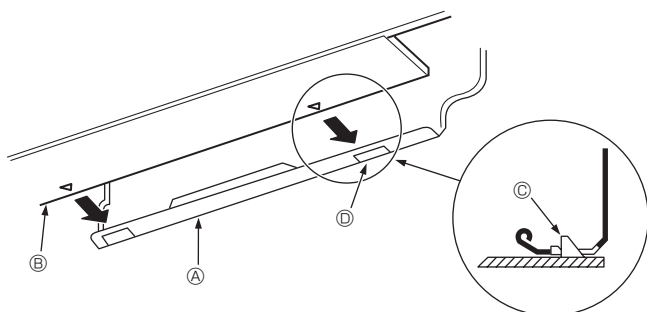

Fig. 3-10
3. Mens du setter kjølemiddelrør og avløpsslange i gjennomløpshullet i veggen (gjennomløpshylsen), henger du toppen av innendørsenheten på festebordet ①.
5. Fest ved å skyve den nederste delen av innendørsenheten på festebord ①. (Fig. 3-10)
- * Sjekk at knottene under innendørsenheten er riktig heftet inn i festebordet ①.